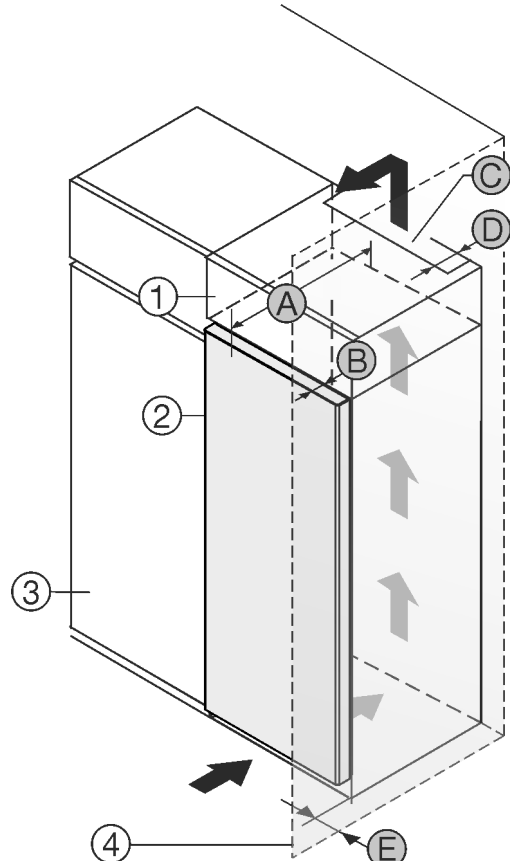

Fig. 1
Установите устройство непосредственно рядом с кухонным шкафом Fig. 1 (3).
На задней стенке дополнительного шкафчика должен быть вентиляционный канал с глубиной Fig. 1 (D) по всей ширине этого шкафа.
Нужно соблюдать вентиляционное отверстие Fig. 1 (C) под нижней панелью.
Если устройство установлено на шарнирах у стены Fig. 1 (4), то расстояние между устройством и стеной должно быть не менее 13 мм.
Чтобы можно было полностью открыть двери, устройство должно выступать на глубину двери Fig. 1 (B) относительно передней стенки кухонного шкафа. В зависимости от глубины кухонных шкафов Fig. 1 (3) и использования пристенных распорок устройство может выступать и больше.